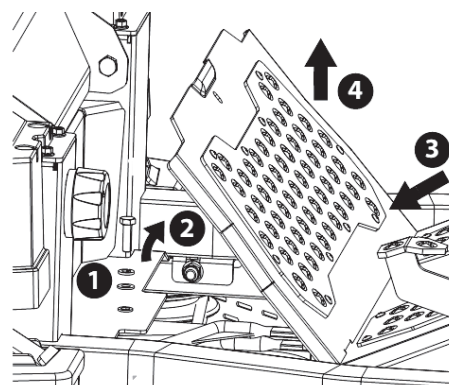

Рис. 20
1. Используя мультитул или 1/2-дюймовую насадку на отвертку, выверните винты с шестигранной головкой, пружинные шайбы и плоские шайбы, фиксирующие напольную панель (рис. 20).
2. Осторожно приподнимите заднюю часть напольной панели (рис. 20).
3. Сдвиньте напольную панель назад, чтобы освободить переднюю часть панели пола (рис. 20).
4. Снимите ее с райдера-газонокосилки (рис. 20).